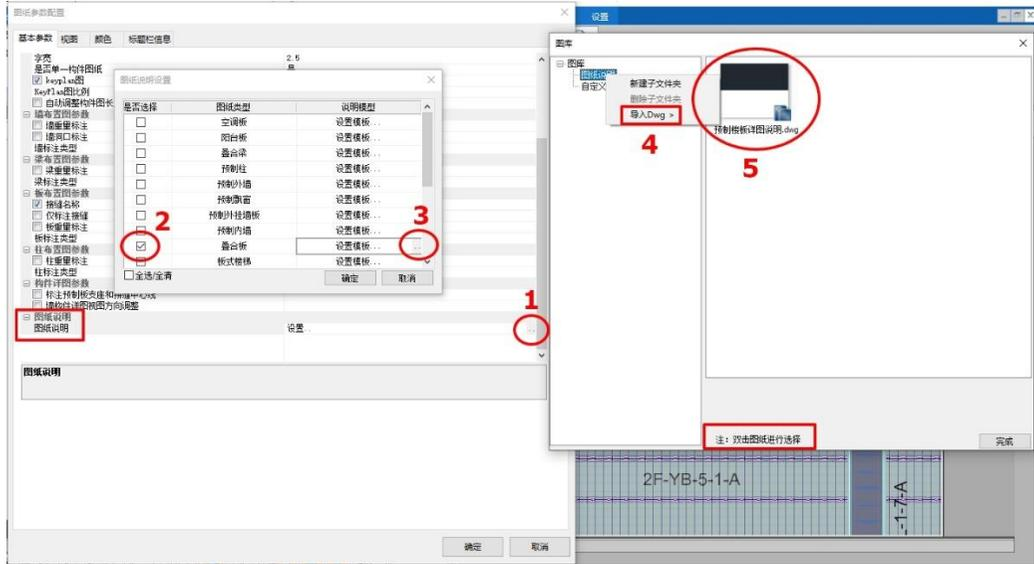
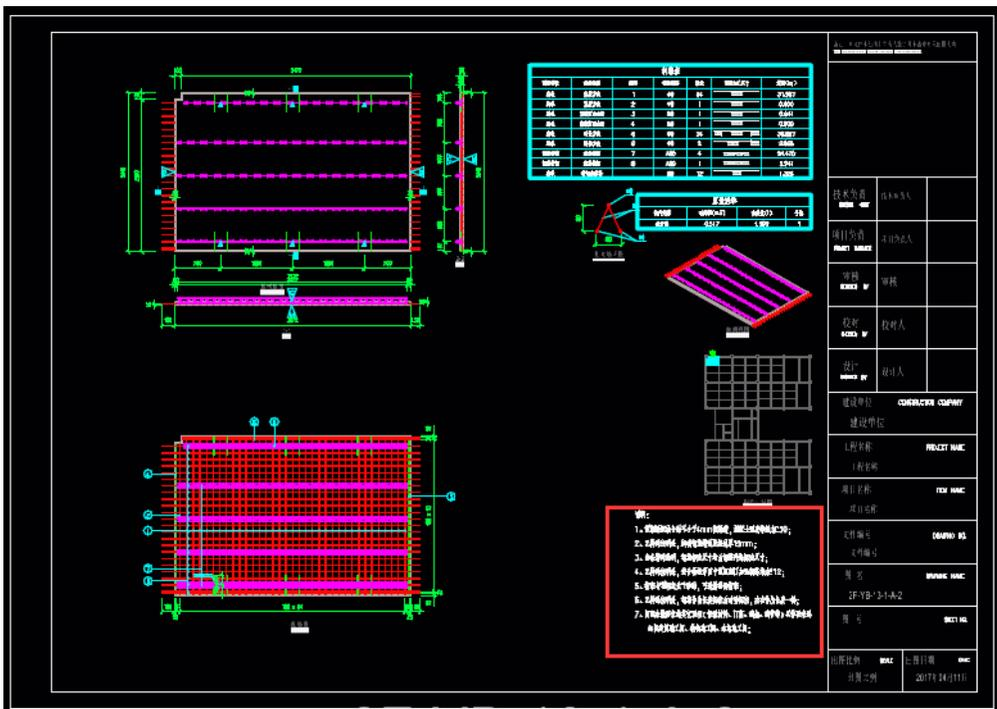

图 7.2-11 插入图纸说明
图 7.2-12 图纸说明
- 图纸说明：可以在图纸里插入图纸说明的 dwg 文件。如图 7.2-11，点击图纸说明设置处的按钮 (1)，进入图纸说明设置对话框，勾选需要插入说明的图纸类型 (2)，点击设置模板处的按钮 (3)，即可链接到图库对话框。在图框的图纸说明子项中点击右键，可新建文件夹，也可直接导入 dwg (4)，注意 Dwg 文件里需只包含说明内容。导入后双击图库中的 dwg 文件图标 (5)，即可将该 dwg 文件里的说明内容添加到所选图纸类型中去。设置好后，就可在图纸右下角生成所插入的图纸说明，如图 7.2-12。